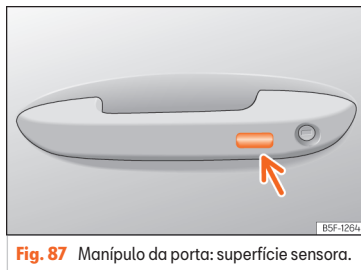

Fig. 87 Manípulo da porta: superfície sensora.
- **OU:** através do sistema Keyless Access (apenas fecho): Mantenha um dedo durante alguns segundos sobre a superfície sensora de bloqueio » » » **Fig. 87** (seta) do manípulo da porta para fechar as janelas e o teto. Se deixar de tocar na superfície sensora, a função de fecho é interrompida.
Mantenha um dedo durante alguns segundos sobre a superfície sensora de bloqueio »» Fig. 87 [seta] do manípulo da porta para fechar o teto. Se deixar de tocar na superfície sensora, interrompe a função de fecho.